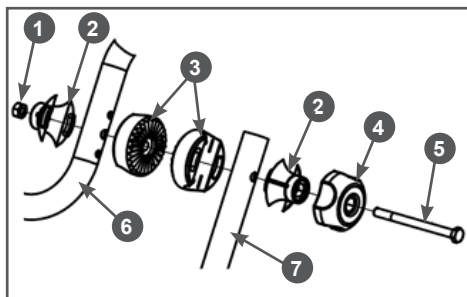
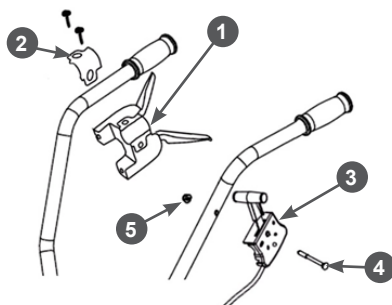

Рис. 8 Сборка кронштейна крепления рабочих рукояток
Рис. 9 Установка рычагов включения хода и газа
Схема сборки левого кронштейна крепления рабочих рукояток представлена на Рис. 8. Сборка правого кронштейна рабочих рукояток осуществляется аналогично схеме, указанной на Рис. 8, только в зеркальном отражении.
8. Установите на правую рабочую рукоятку кронштейн 1 с рычагами включения переднего и заднего хода (Рис. 8). Для этого выполните следующее: открутите два винта крепления скобы и снимите скобу 2 крепления с кронштейна рычагов включения переднего и заднего хода. Установите кронштейн 1 снизу на правую рабочую рукоятку, а сверху приложите скобу крепления. Совместите отверстия в кронштейне и скобе и закрутите винты крепления, не затягивая их. Отрегулируйте положение кронштейна на рабочей рукоятке так, чтобы правой рукой было удобно по очереди нажимать и на рычаг включения переднего и на рычаг включения заднего хода. После окончательной регулировки плотно затяните винты крепления скобы (Рис. 9).
9. Установите на левую рабочую рукоятку рычаг 3 газа (Рис. 9). Для установки рычага 3 газа совместите отверстия в левой рабочей рукоятке и корпусе рычага 3 газа, вставьте в отверстие болт 4 и закрутите гайку 5 до упора (Рис. 9).